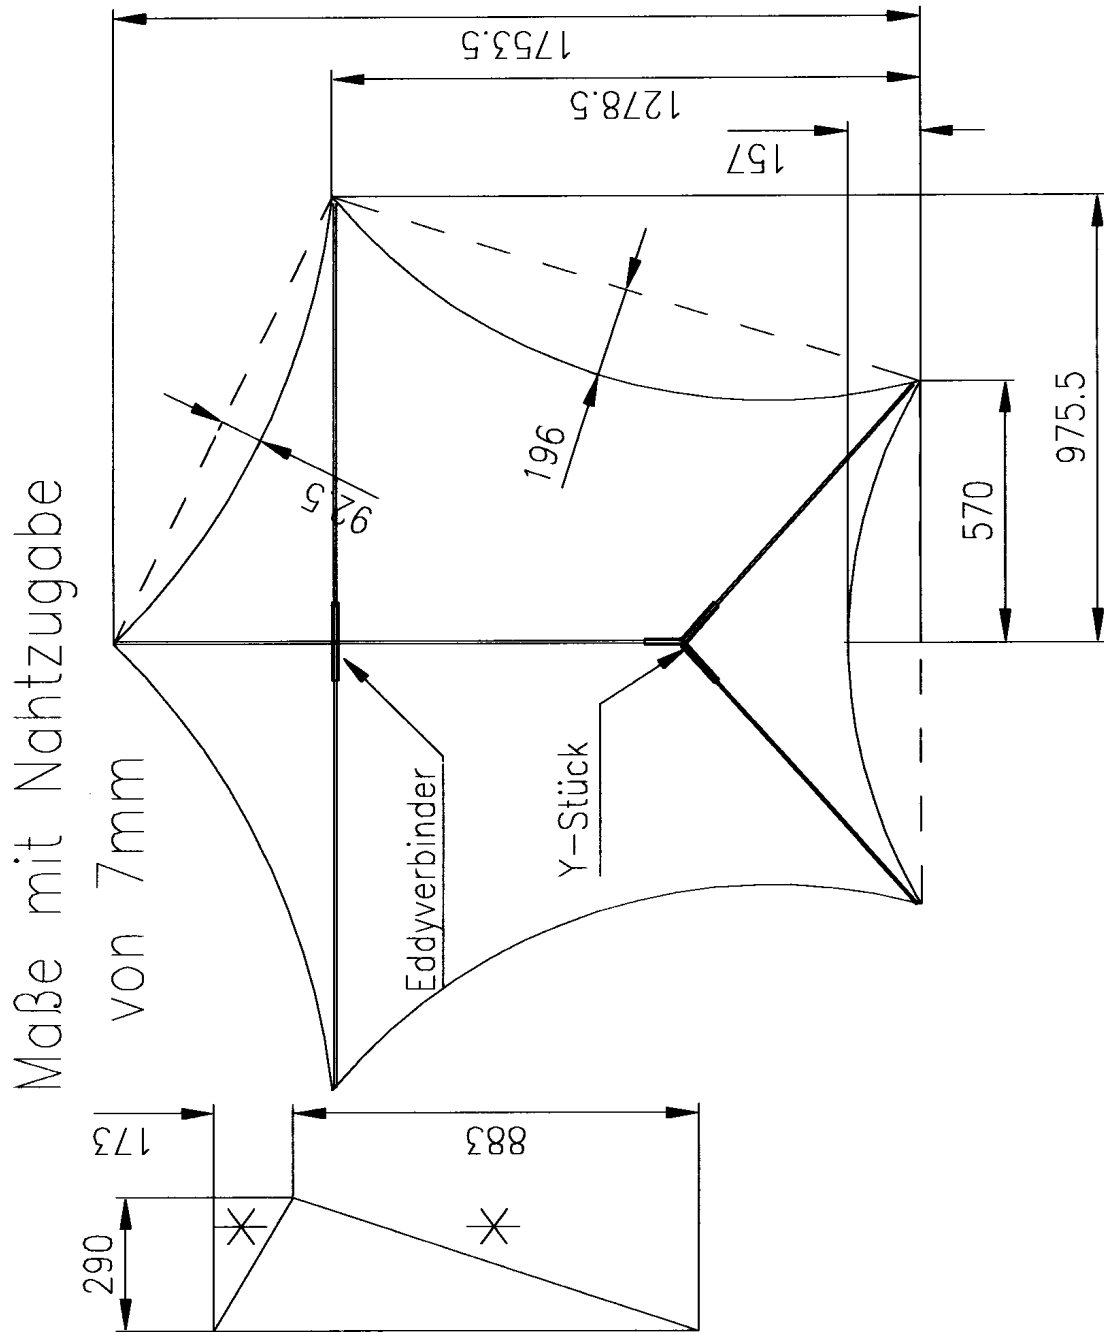
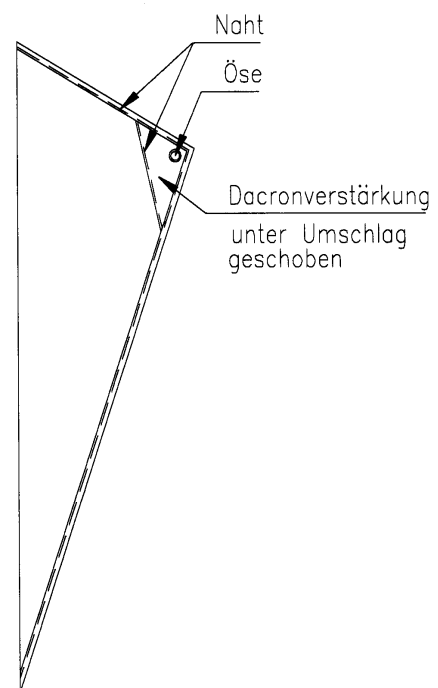

Abbildung 2
Abbildung 3
4. Teil 3 an den Aussenkanten, mit * in der Abbildung 2 gekennzeichnet, säumen, dabei gleichzeitig die Dacronverstärkung für Leinenanhängepunkt mit aufnähen. Siehe Abbildung 3
8. Gestänge aus 6 mm CFK-Rohren nach Abbildung 2 anpassen, an den Enden Stabendkappen aufkleben